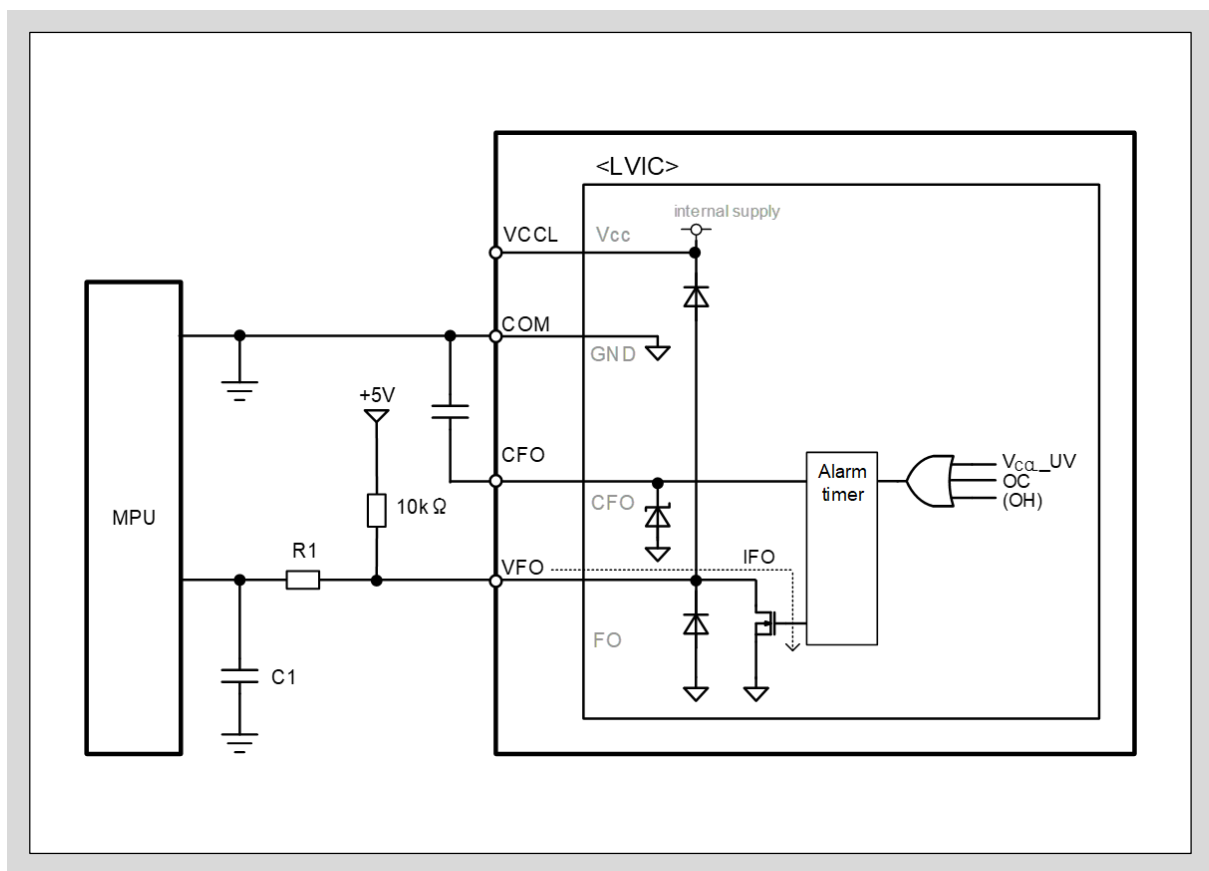
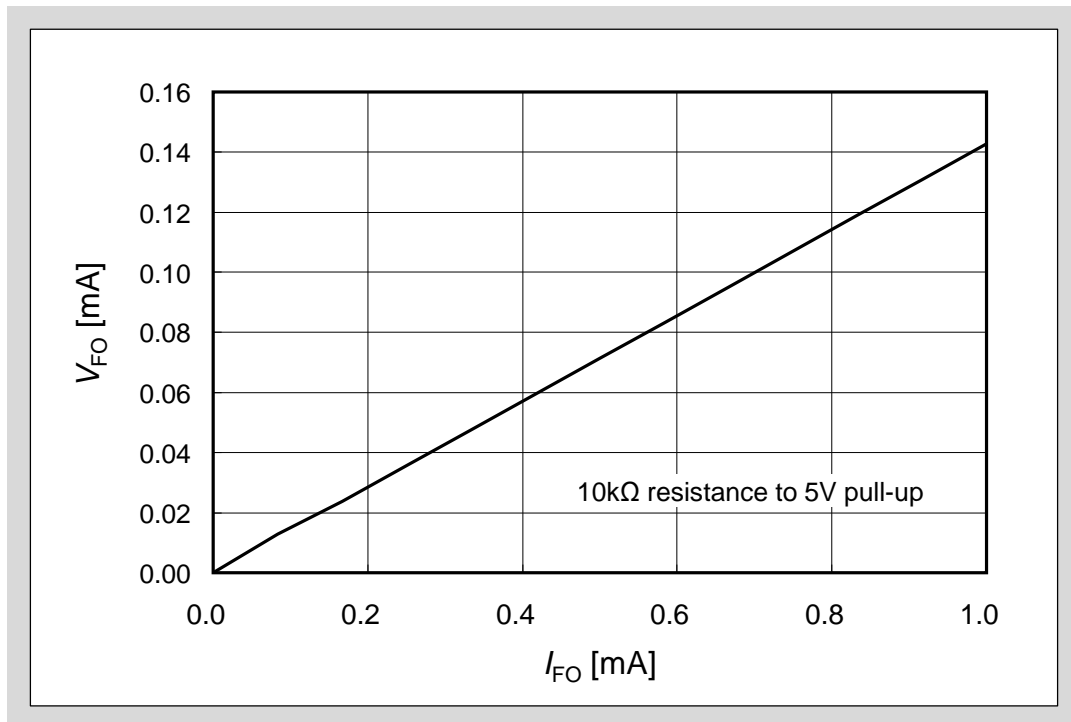

図3-21 VFO端子とMPU I/Oとの推奨接続回路
図3-22 アラーム出力状態のVFO端子のVI特性
- 図3-21に示すように、アラーム出力VFO端子はMPUと直接接続することが可能です。VFO端子はオープンドレイン出力となりますので、5Vもしくは3.3Vのロジック制御用の直流電源に10kΩの外付け抵抗でプルアップしてください。また、MPUラインにバイパスコンデンサC1と5kΩ以上の突入電流制限抵抗R1を接続することを推奨します。これらの信号ラインは、可能な限り最短距離で配線してください。
- 図3-21に示すようにVCCL-VFOとVFO-COM端子間にダイオードが接続されています。このダイオードは、本製品をサージ入力から保護するためのものであるため、電圧クランプダイオードとして使用しないでください。本製品が破壊する恐れがあります。
- 図3-22にアラーム出力時のVFO端子の電圧-電流特性を示します。 $I_{FO}$ は図3-21に示すVFO端子のシンク電流となります。